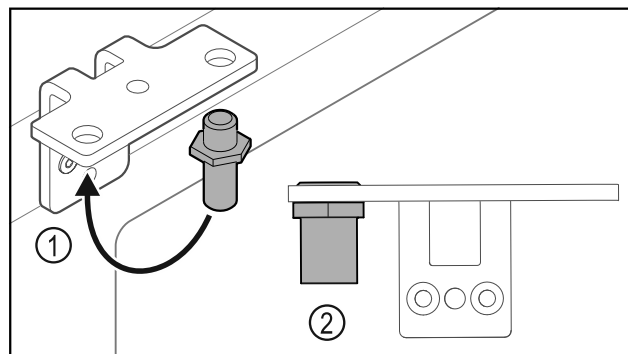

Fig. 38
- Μεταφέρετε τον πείρο Fig. 38 (1) στη γωνία μεντεσέ.
- Σφίξτε τον πείρο Fig. 38 (2) με **ροπή 12 Nm**.